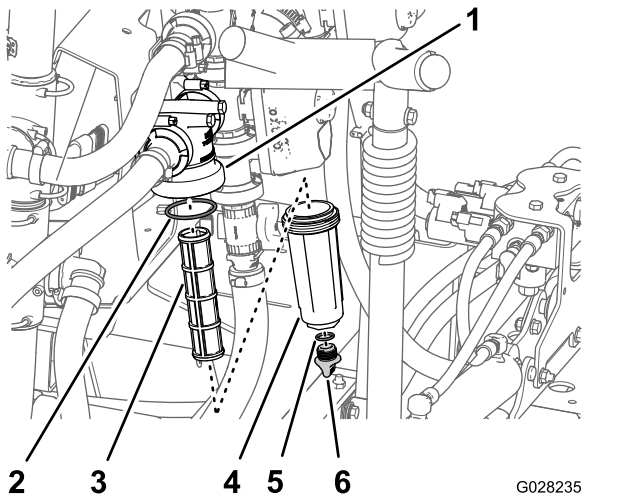

Bild 73
2. Stellen Sie eine Auffangwanne unter den Druckfilter (**Bild 73**).
3. Drehen Sie die Ablassschraube nach links und nehmen sie von der Glocke des Druckfilters ab (**Bild 73**).
4. Drehen Sie die Glocke nach links und nehmen den Filterkopf ab (**Bild 73**).
5. Entfernen Sie den alten Druckfiltereinsatz (**Bild 73**).
6. Überprüfen Sie den O-Ring für die Ablassschraube (in der Glocke) und den O-Ring für die Glocke (im Filterkopf) auf Beschädigungen und Abnutzung (**Bild 73**).
7. Setzen Sie den neuen Druckfiltereinsatz in den Filterkopf ein (**Bild 73**).
8. Befestigen Sie die Glocke am Filterkopf und ziehen sie mit der Hand an (**Bild 73**).
9. Setzen Sie die Schraube in den Filterkopf ein und ziehen sie mit der Hand an (**Bild 73**).